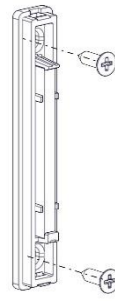

Figura 3
1. Asegure el soporte con los dos tornillos suministrados (consulte la Figura 3).